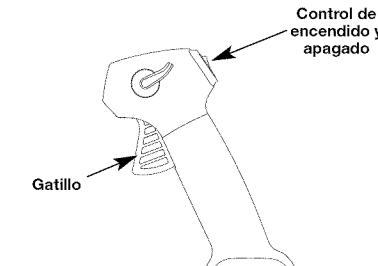

Fig. 12
NOTA: No hay necesidad de encender la unidad. El Control de Parada Arranque y Apagado está en la posición Arranque (I), en todo momento (Fig. 12).
2. Oprima y mantenga oprimido el control de encendido y apagado en la posición de **APAGADO (O)** hasta que el motor se detenga por completo (Fig. 12).